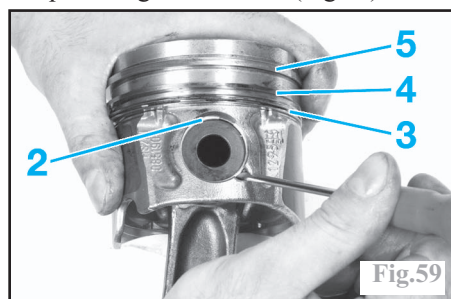

Fig.59
Monter les segments huileés sur les pistons en commençant par le segment racleur (3) puis celui d'étanchéité (4) et enfin le segment coup de feu (5) en plaçant les marquages " Top " vers la tête du piston. Tiercer les segments à 120°, en les décalant par rapport à l'axe de piston et à la coupe du segment racleur (Fig.59).